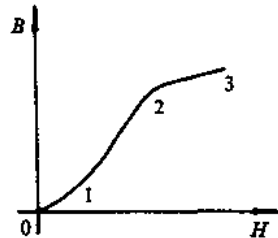

图 1—2 磁化曲线
(1) 磁化曲线：磁化曲线简记为 $B-H$ 曲线，是用图形来表示某种铁磁材料在磁化过程中磁场强度 (H) 与磁感应强度 (B) 之间的关系。图 1—2 为某种铁磁材料的基本磁化曲线。从图中可见， B 与 H 之间呈非线性关系，只有在曲线的 1—2 段才是近似的线性关系，曲线的起始和终止部分均呈非线性关系。在磁记录技术中，利用曲线近似线性的部分。